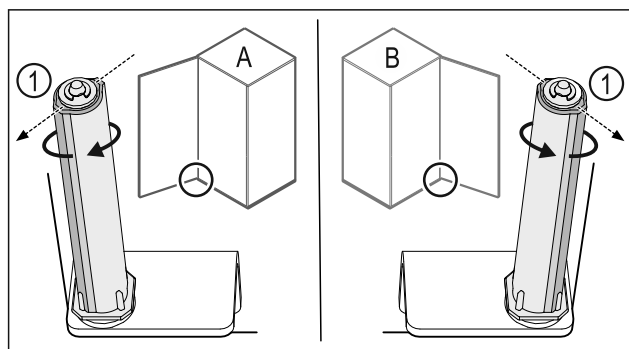

Fig. 35 Vänsterhängd (A)/högerhängd (B)
- Vrid låssystemet mot motståndet, tills låssystemets klack Fig. 35 (1) är vänd utåt.